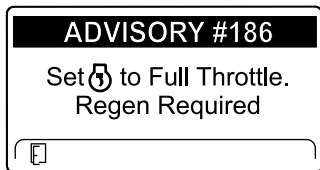

Figura 79
**Nota:** Si la temperatura de los gases de escape del motor es demasiado baja, el InfoCenter muestra el ADVISORY #186 (Aviso n.º 186) (Figura 79) para informarle de que ajuste el motor a velocidad máxima (ralentí alto).